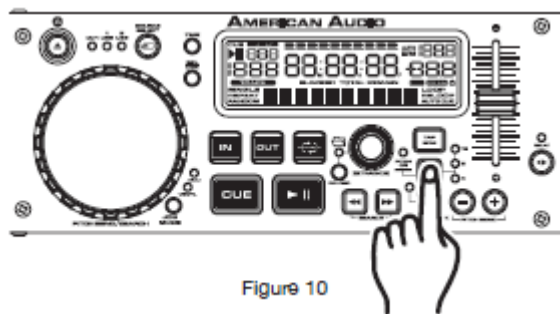

Figure 10
Używanie selektora procentu Suwaka Pitch (8): Zakres pitch można ustawić w dowolnym momencie. Żeby go zmienić należy się najpierw upewnić, że funkcja pitch jest włączona, patrz rys.10. Procent pitch można zmieniać pomiędzy +/-4%, +/-8%, +/-16%, i 100%. 4% umożliwia najmniejszą zmianę a 100% największą zmianę pitch. Aby ustawić różne wartości wciskamy przycisk Pitch ON/Off (8) oraz uderzamy w przycisk % (8) aż znajdziemy żądane wartości. Dioda LED przycisku % (8); świeci się na czerwono dla 4%, na żółto dla 8%, lub bursztynowo dla 16%, dla 100% świecą się wszystkie diody LED.